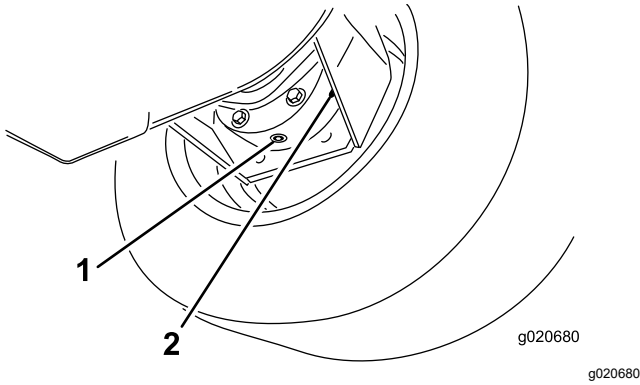

Figura 106
- Coloque un recipiente debajo del alojamiento del freno, retire el tapón y deje que se drene el aceite (Figura 106).